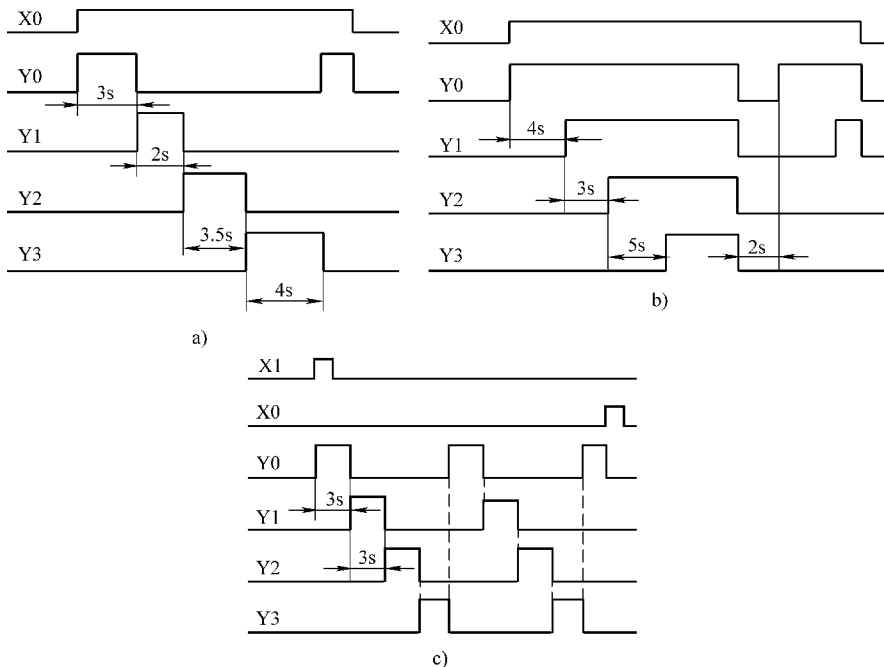

图 2-10 时序图
①M1 运行 5s 后，M2 开始运行；②M2 运行 5s 后，M3 开始运行，M1 停止运行；③M3 运行 5s 后，M2 停止运行；④M3 运行 10s 后，M1 开始运行，M3 停止运行。请设计出 PLC 控制程序。
13. 根据图 2-10 所示的时序图编写程序。